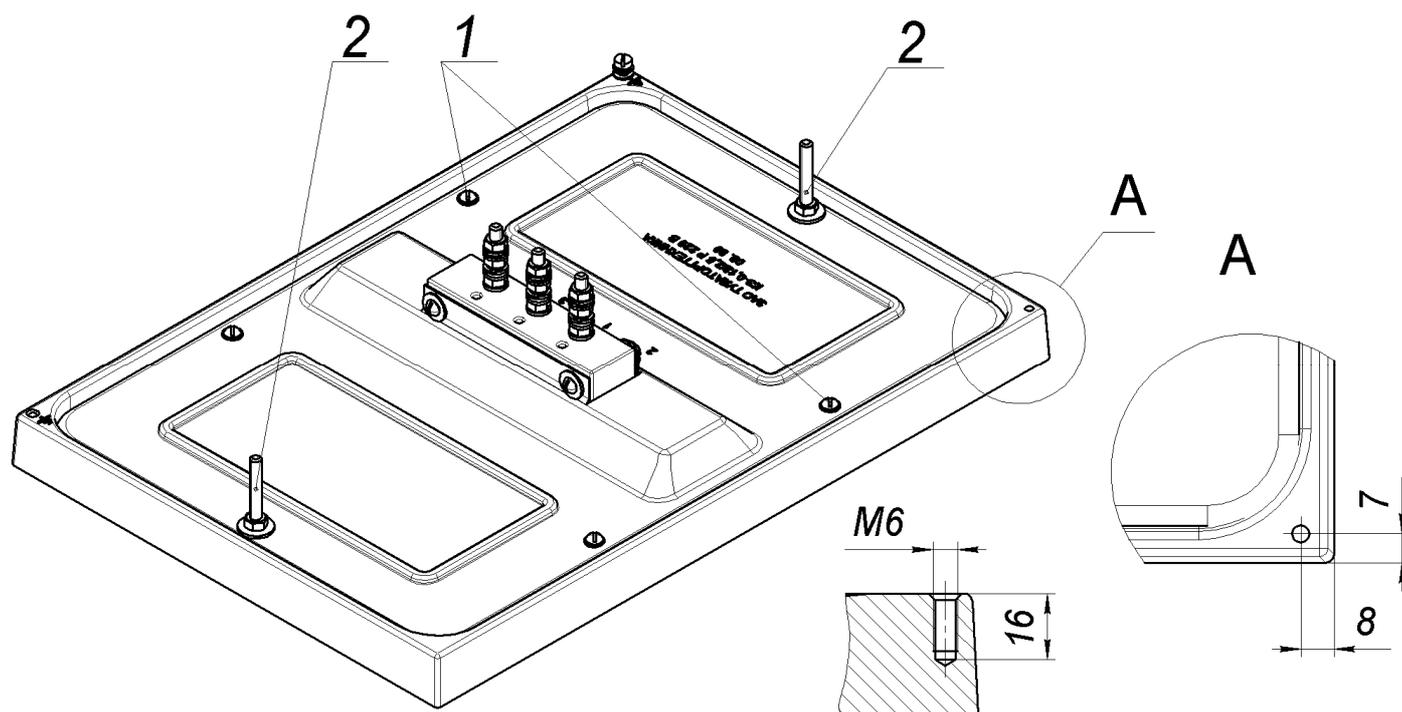

Рис.1
Порядок подготовки конфорки со спиралями к установке на плиту вместо конфорки с ТЭНами (см. рис. 1):
1. Выполнить резьбовое отверстие М6х16 по размерам на рис.1